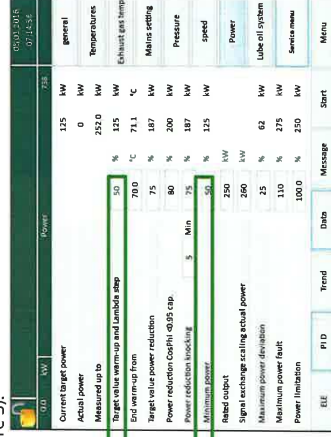

Figure 3 : Système de commande de la série C, niveau service, paramètres de puissance
Dans les conditions décrites précédemment, la puissance minimale du module 2G peut être abaissée à 35 % de la charge nominale via l'accès réservé aux techniciens de mise en service (Dongle Level 30) (voir Figure 3).
- Figure 3 : Système de commande de la série C, niveau service, paramètres de puissance 9